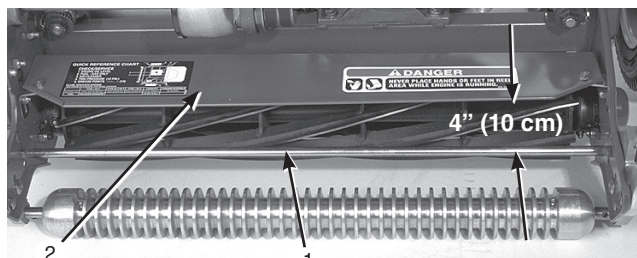

図17
1. 前サポート・ロッドの上面からシールドの前リップまでの距離をカッティングユニットの両端で測定する(図17)。